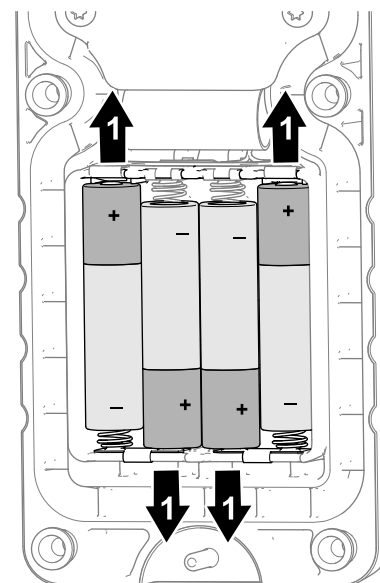

Figura 53
3. Observando la polaridad de las baterías, como se muestra en la Figura 53, introduzca las baterías nuevas en los alojamientos.
Nota: Al instalar las baterías, observe la polaridad correcta (Figura 53) marcada en relieve en el compartimento de las baterías para evitar dañar los alojamientos. Si las baterías se instalan de forma incorrecta, la máquina no sufrirá daños, pero el control remoto no funcionará.